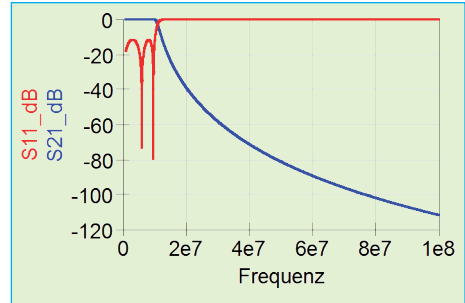
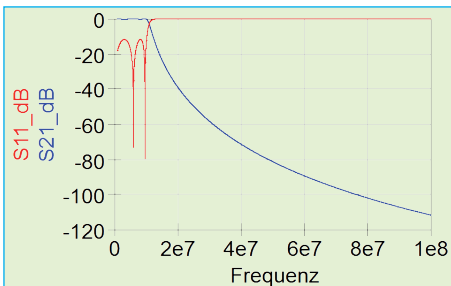

Bild 8: Richtig rund wird die Sache aber erst mit der gemeinsamen Darstellung von S21 und S11
Bild 19: Voll getroffen - dieses Diagramm stimmt mit Bild 8 überein!
4. Auf „Anwenden“ klicken und das Ergebnis (**Bild 8**) bewundern.
einfach in das vorige Kapitel zurück. Man benötigt die Einstellungen für Bild 8 und so zeigt **Bild 19** exakt denselben Verlauf. Geschäft!